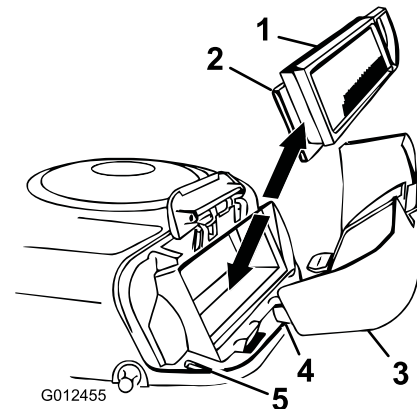

Bild 23
4. Schieben Sie den Papier- und den Schaumeinsatz vorsichtig vom Gebläsegehäuse herunter (Bild 23).
2. Fluchten Sie die Nasen des Luftfilterdeckels mit den Schlitzen im Gebläsegehäuse aus (Bild 23). Haken Sie den Griff in die Abdeckung ein und drücken auf den Griff, um diesen einzurasten.